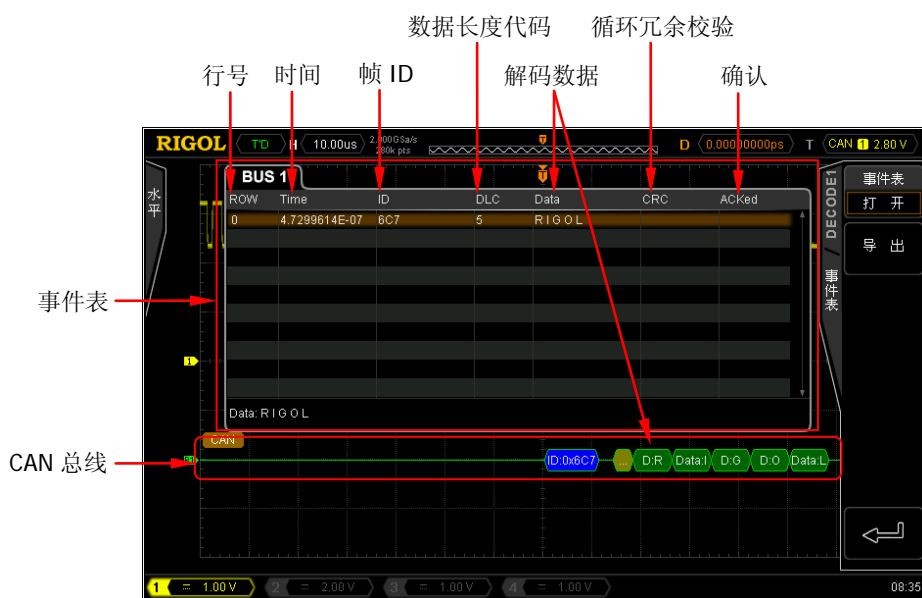

图 7-6 CAN 解码
按 **BUS 状态** 软键打开或关闭 Decode1 的显示。您也可以按 **Decode1** 软键切换当前 Decode1 显示的开/关状态。打开总线显示时，如图 7-6 所示。
1) 按 **事件表** 软键打开或关闭事件表。事件表打开时，如图 7-6 所示。